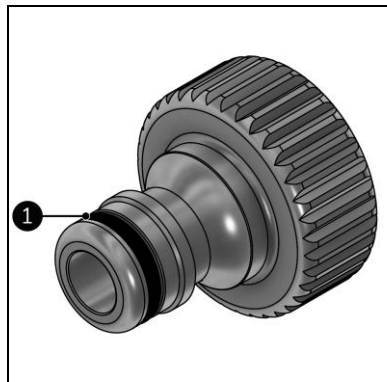

Abbildung 21
5. Tragen Sie Vaseline auf den O-Ring der Gartenschlauchkupplung (Abbildung 21, Pos. 1) auf.